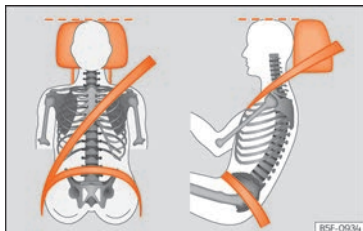

**Fig. 4** Banda del cinturón y apoyacabezas ajustados correctamente.
- Ajuste el apoyacabezas de modo que el borde superior quede, en la medida de lo posible, a la altura de la parte superior de la cabeza, en ningún caso por debajo de los ojos. Mantenga la nuca lo más cerca posible del apoyacabezas »» fig. 4.